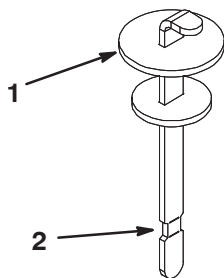

Figure 15
4. Dévissez la jauge du goulot de remplissage et essuyez-la sur un chiffon propre. Remettez la jauge dans le goulot de remplissage, ressortez-la et contrôlez le niveau de liquide. L'huile doit atteindre le repère sur la jauge (Fig. 15).